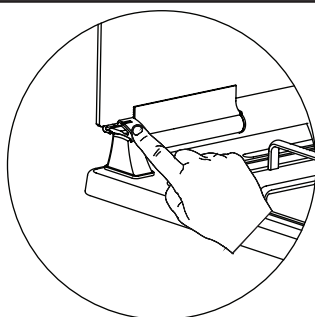

Figura 2
- 2.** Conforme mostrado na figura 2, a porta de vidro pode ser fechada premindo com um dedo a mola de plástico.